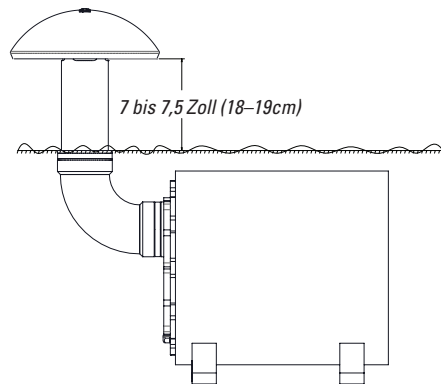

Abbildung 15
5. Den L12XC-Lautsprecher in das Loch einsetzen. Die Kieshöhe nach Bedarf anpassen, um die gewünschte Höhe der Portabdeckung über dem Boden zu erreichen. Der Port sollte etwa 19cm (7,5 Zoll) von der Bodenebene bis zum Boden der Abdeckung herausragen, wie in Abbildung 15 dargestellt.